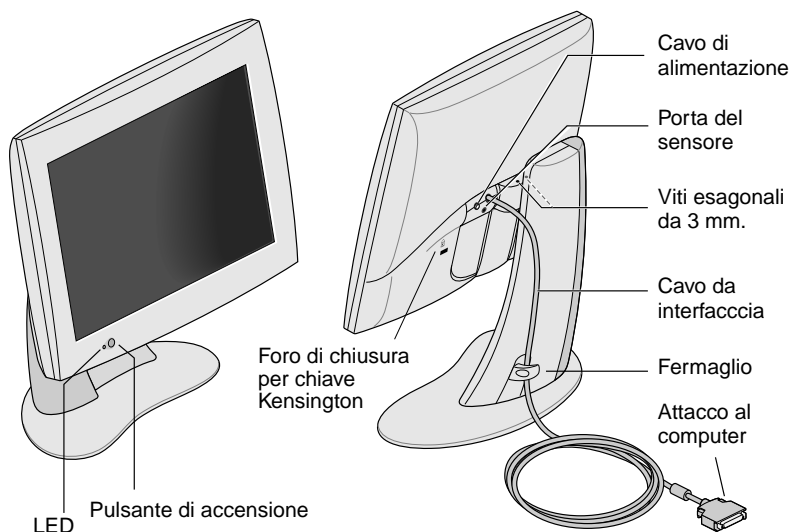

Figura 1-1 Vista frontale e posteriore del monitor piatto.
Nella Figura 1-1 seguente sono indicate le diverse parti del monitor.
2. Collegare il cavo dell'interfaccia del monitor al connettore appropriato del computer, come illustrato nella Figura 1-1. Per informazioni sulle impostazioni del computer, consultare la documentazione fornita con il computer.
3. Fare passare il cavo dell'interfaccia dietro il fermaglio posto sul supporto del monitor, come illustrato nella Figura 1-1.
Per accendere il monitor, premere il pulsante di accensione posto sul lato anteriore e illustrato precedentemente nella Figura 1-1. Dopo che il sistema ha inviato i segnali al monitor piatto, il LED posto vicino al pulsante di accensione diventa verde.
Per spegnere il monitor, premere il pulsante di accensione posto davanti, illustrato nella Figura 1-1. SGI consiglia di spegnere il monitor se non viene utilizzato per diverse ore; in questo modo viene garantita una maggiore durata delle lampadine per la retroilluminazione del monitor piatto.
Nel monitor piatto è presente una porta del sensore, ovvero un jack di 3,5 mm posto tra i cavi di alimentazione e di interfaccia, leggermente più in basso, come illustrato nella Figura 1-1.